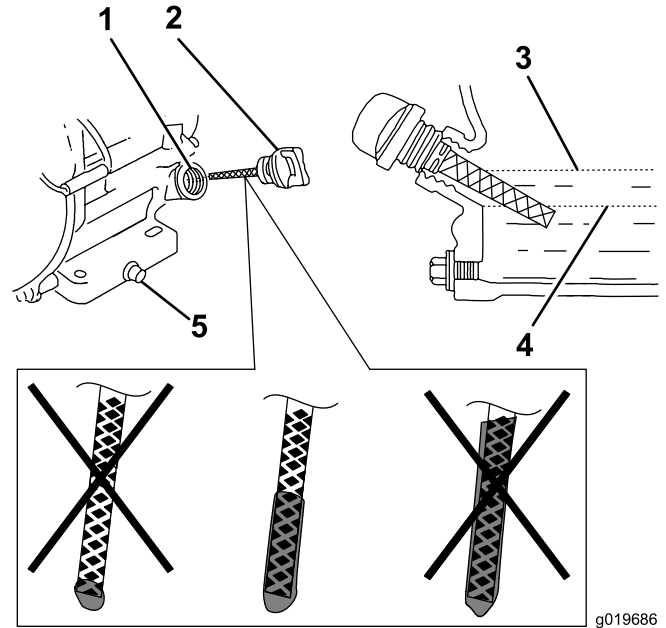

Figure 11
5. Ressortez la jauge et examinez son extrémité (Figure 11).